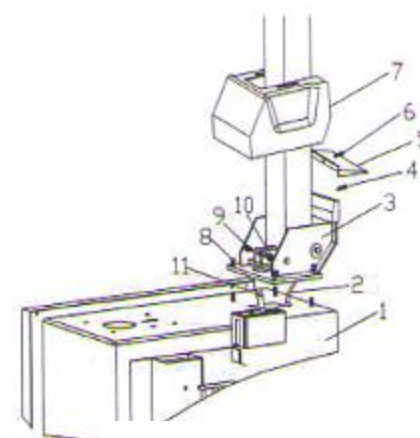

Рис.3
2) Установить колонну (принадлежности см. на чертежах детализовки) (3, рис. 3) в квадратное отверстие корпуса (1, рис. 3) станка с 4 винтами M12, пропустить воздушный шланг (2, рис. 3) через отверстие в колонне. Затянуть 4 контргайки (8, стр. 3).
3) Вставить винт (9, рис. 3) в отверстие колонны и соединить его со штоком цилиндра поворота колонны (11, рис. 3), затянуть соединение контргайкой (10, рис. 3).
4) Открутить два винта крепления левого кожуха и снять кожух, подключить шланг подачи воздуха (2, рис. 3) к 5-ходовому клапанному блоку. Зафиксировать кожух.
5) Установить пластиковый кожух (7, рис. 3) и закрепить его двумя болтами (4, рис. 3).
7) Установить задний пластиковый кожух (5, рис. 3) на колонну и закрепить его винтом (6, рис. 3).